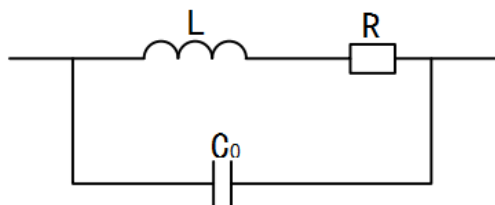

图 1-5 电感器的等效电路
- 电感器的固有电容:电感线圈的各匝绕组之间通过空气、绝缘层和骨架而存在着分布电容。同时,在屏蔽罩之间、多层绕组的每层之间、绕组与底板之间也都存在着分布电容。这样,电感器实际上可以等效成如图 1-5 所示的电路。图中的等效电容 C_0 就是电感器的固有电容。分布电容的存在使线圈的 Q 值减小,稳定性变差,且由于固有电容的存在,使线圈有一个固有频率或谐振频率,记为 f_0 ,其值为: